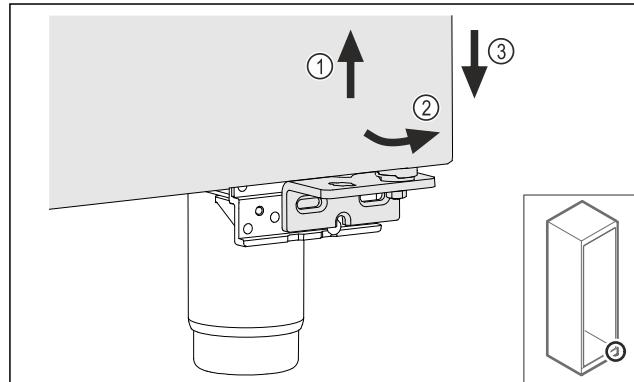

Fig. 24
► Paceliet mazliet durvis Fig. 24 (1), apakšā sagāziet uz priekšu Fig. 24 (2) un nolaidiet Fig. 24 (3).